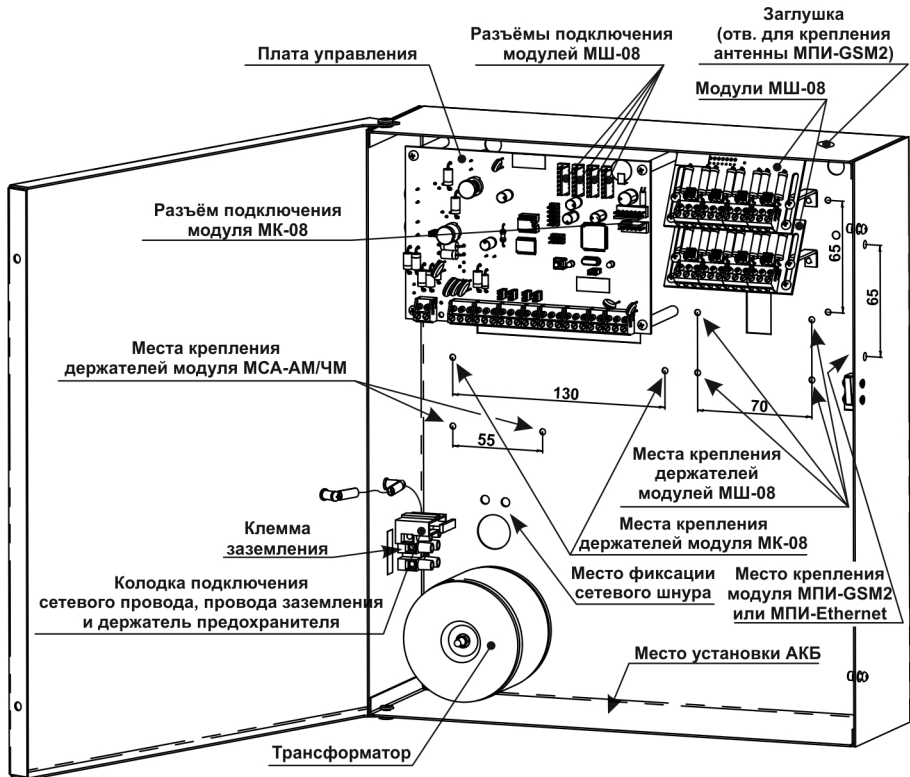

Рисунок 8 – Вид прибора ПКП-128 с открытой крышкой
Примечание – Место установки модуля МШ-08 – см. Рисунок 8. Установку других модулей производить по аналогии с установленными модулями МШ-08.
- Вставьте разём шлейфа в соответствующий разём на плате управления прибора (см. Рисунок 2 и Рисунок 8).
Модуль МК-08 устанавливается аналогично модулю МШ-08 (см. п.п. 7.4.1.1), место установки – см. Рисунок 8. Подключение модуля МК-08 к плате управления - см. п. 5.1, Рисунок 2 и Рисунок 8.
Модуль МСА-АМ/ЧМ устанавливается аналогично модулю МШ-08 на держатели, идущие в комплекте с модулем. Место установки – отверстия с шагом 55 мм (см. Рисунок 8).
Модуль МПИ-GSM2 устанавливается на внутреннюю боковую поверхность корпуса прибора (отверстия с шагом 65 мм - см. Рисунок 8). Для крепления используются две стойки из комплекта ЗИП модуля и четыре винта. Стойки сначала прикрепляются к плате модуля (используются два крепёжных отверстия по стороне установки SIM-карты), а затем вся собранная конструкция крепится на корпусе прибора. Антенный разём модуля крепится на верхней стенке корпуса прибора (предварительно нужно удалить заглушку, закрывающую соответствующее отверстие).
Модуль МПИ-Ethernet устанавливается на внутреннюю боковую поверхность корпуса прибора (отверстия с шагом 65 мм - см. Рисунок 8). Для крепления используются две стойки из комплекта ЗИП модуля и четыре винта. Стойки сначала прикрепляются к плате модуля (используются два крепёжных отверстия), а затем вся собранная конструкция крепится на корпусе прибора (разъём Ethernet должен смотреть вниз).